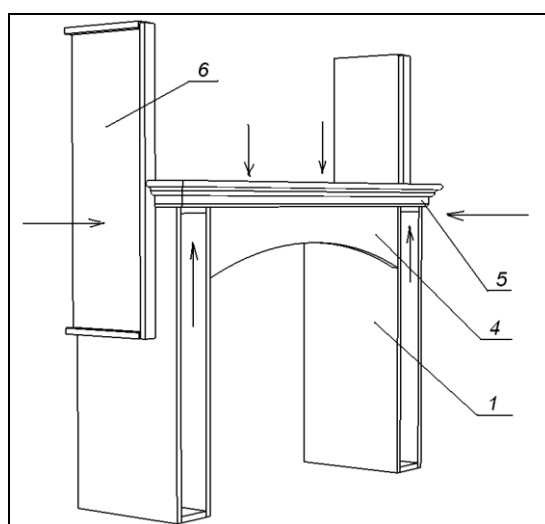

Рис. 48
- закрепить монтажные уголки на элементе (2) для крепления декоративной планки (4), закрепить дистанциаторы (6) шурупами 4x30 к боковинам элемента (1), через верхние планки элементов (1) шурупами 4x35 присоединить карниз (5), затем присоединить декоративную планку (4) (Рис. 48)